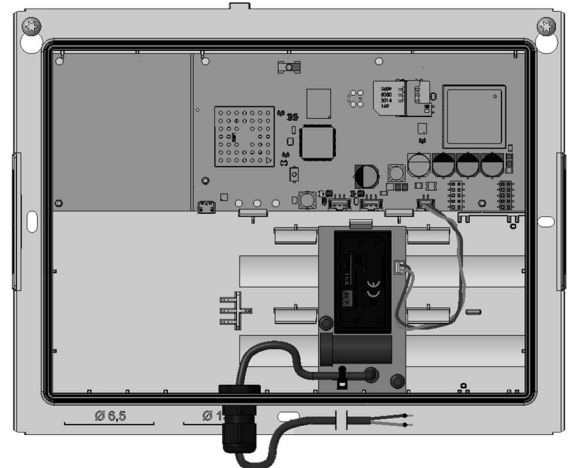

Abb. 1 Gateway Innenansicht
- Die Vorderkante der Netzteilplatine in die Aussparung an der Gehäuseinnenseite einsetzen (Position der Platine siehe Abb. 1). Platine in Rasthaken einrasten.